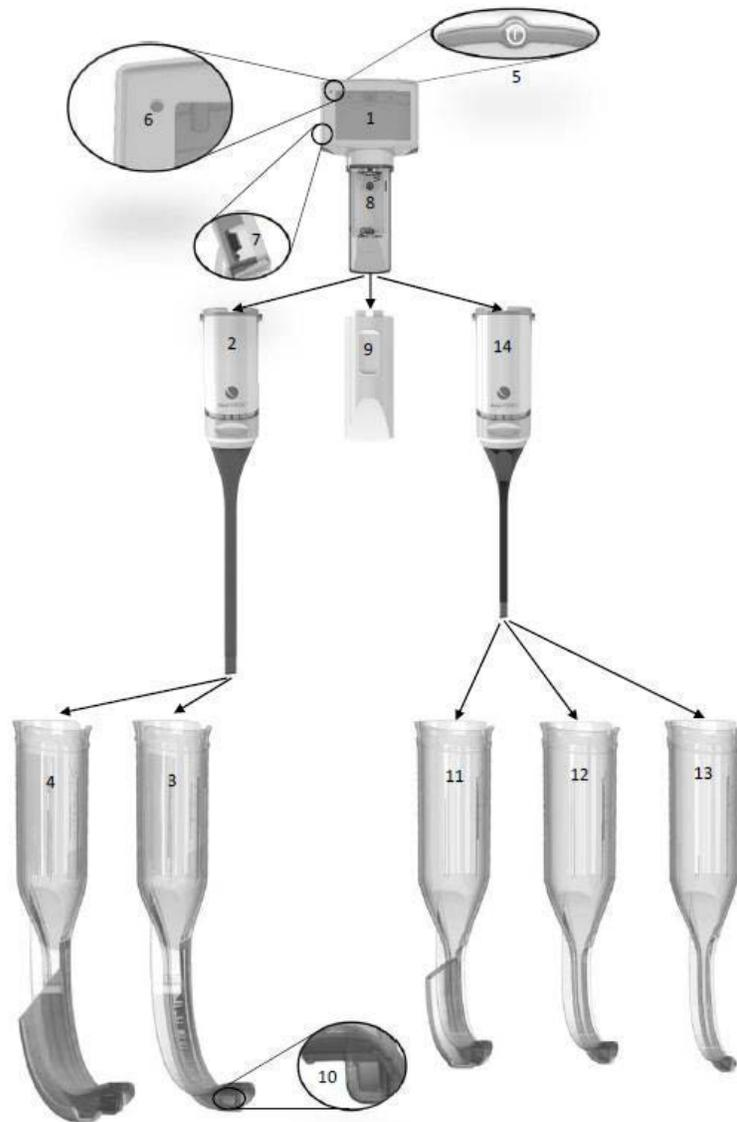

Fig. 1
1. Um monitor reutilizável integrado (Fig. 1, #1)
2. Um adaptador vídeo reutilizável (Fig. 1 #2 e 14)
3. Uma série de lâminas descartáveis, com ou sem um canal para orientação no tubo traqueal (Fig. 1, #3, 4, 11, 12 e 13)
Monitor reutilizável (Fig. 1, #1)
O principal componente reutilizável do Vídeo Laringoscópio aBlade da King Vision é um monitor durável, de alta qualidade, portátil, que funciona com pilhas, com um pequeno LCD TFT (Ecrã de cristais líquidos de transístor com película fina). Incorpora tecnologia para receber imagens da ponta distal da lâmina descartável e exibe a imagem na tela integrada, a cores, anti-brilho. O monitor reutilizável tem um interruptor ligar/desligar (Fig.1, #5), uma luz de indicação de pilha (Fig.1, #6) e uma porta de saída de vídeo (Fig. 1, #7). Incorpora um sistema de gestão de alimentação avançado com ganho automático e controlo de exposição. A alimentação é fornecida por três pilhas AAA alojadas no compartimento da pilha (Fig.1, #8).
Adaptador vídeo reutilizável (Fig. 1, #2 e 14)
aBlades de utilização única (Fig. 1, #3, 4, 11, 12 e 13)
A aBlade em canal da King Vision (Fig. 1, #4 e 11)	A aBlade padrão da King Vision (Fig. 1, #3, 12 e 13)
Ambas as versões de lâminas deslizam pelo adaptador vídeo e ligam-se ao monitor reutilizável, completando o Vídeo Laringoscópio aBlade da King Vision. A janela distal da lâmina tem um revestimento anti-embaciamento para evitar que a condensação afete a imagem (Fig. 1, #10).
- Aceda ao compartimento da pilha no Monitor King Vision reutilizável (Fig.1, #8) removendo o adaptador vídeo (Fig.1, #2, 14) ou a cobertura da porta da pilha (Fig. 1, #9).
- Prima o botão ALIMENTAÇÃO  (Fig.1, #5) na parte de trás do Monitor King Vision.
- A luz de indicação de pilha LED VERDE (Fig.1, #6) indica que o monitor está pronto a utilizar.
- **Ligue e verifique a função de imagem.** Com o adaptador vídeo ligado ao monitor, prima o botão ALIMENTAÇÃO  (Fig.1, #5) na parte de trás do Monitor King Vision e confirme se o monitor mostra uma imagem com movimento. Se a tela permanecer em branco, substitua as pilhas. Se o